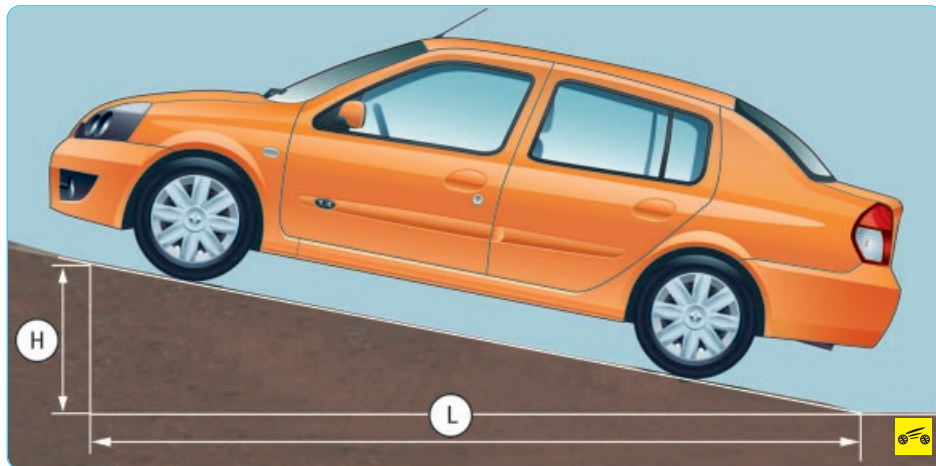

Рис. 9.6. Проверка стояночного тормоза
1. Для проверки правильности регулировки стояночного тормоза найдите вблизи места стоянки вашего автомобиля эстакаду или погрузочный пандус высотой H (рис. 9.6), равной 1,25 м при длине въезда L , равной 5 м. Такое соотношение соответствует уклону 25%.